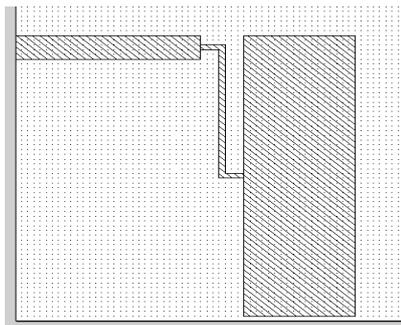

Рис. 2.10
5. Чтобы начертить первый емкостной проводник, щёлкните по значку **Rectangle Conductor** на панели инструментов. Поместите курсор в любое свободное место на электромагнитной структуре и нажмите клавишу **Tab**. Введите в поля **x** и **y** любые значения координат в пределах электромагнитной структуры, например, **5** и **5**. Нажмите **OK** и затем снова нажмите клавишу **Tab**. В поле **dx** введите **1.8**, поле **dy** введите **5.9**, Нажмите **OK**. Установите курсор на полученный прямоугольник, нажмите левую кнопку мышки и переместите прямоугольник так, чтобы соединить индуктивный проводник с серединой емкостного прямоугольника. Должна получиться топология, показанная на рис. 2.10.